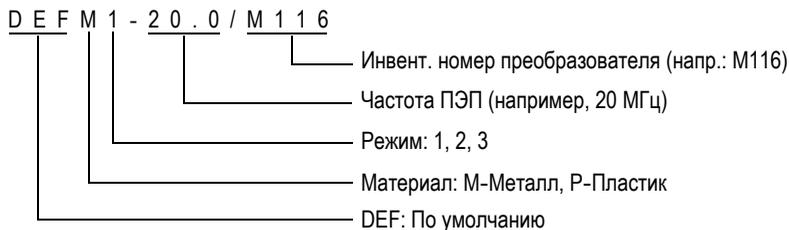

Рис. 5-3 Выбор настройки для одноэлементного ПЭП
- c) В окне **ПО УМОЛЧ.** для используемого типа преобразователя (см. Рис. 5-3 на стр. 65) в списке доступных настроек по умолчанию выберите настройку для используемого ПЭП.